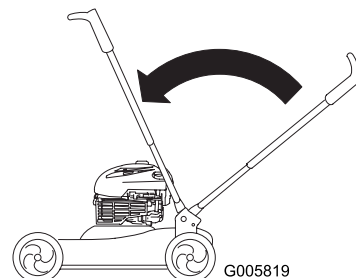

Figure 46
3. Relevez le guidon à la position verticale (Figure 46).